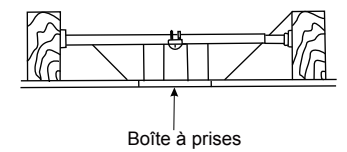

Fig. 4
**REMARQUE :** Selon l'emplacement sélectionné pour l'installation, il peut s'avérer nécessaire d'acheter et d'installer un étrier à solive pour soutenir la boîte à prises. S'assurer que l'étrier à solive qui sera acheté, a été conçu pour une utilisation avec des ventilateurs de plafond (Fig. 4).